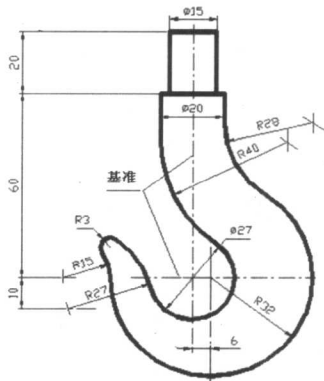

图 1-11 平面图形的线段分析
(2) 平面图形的线段分析。
- **连接线段** 只给出定形尺寸，没有定位尺寸，需要依靠两端与另两线段相切，才能画出的线段，如图 1-11 所示吊钩。
(3) 平面图形的尺寸标注。